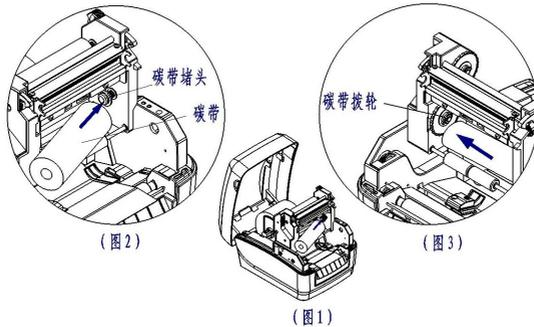

图 2.5.1
- 1) 如图 2.5.1 所示，首先将碳带支撑架旋转打开至图 1 所示位置，将碳带按图 2 所示方向插入碳带堵头内，按图 3 所示将碳带另一
端插入碳带拨轮内，向外轻拉碳带，感觉到存在弹性回收力，说明发放轴碳带安装完毕（见图 2.5.1）；